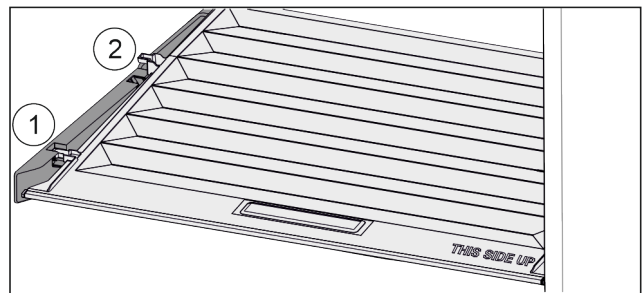

Fig. 58
- ▶ Pokrywę pociągnąć do przodu Fig. 58 (1), aż otworzy się w elementach trzymających.
- ▶ Podnieść tył od dołu i w wyjąć Fig. 58 (2) go do góry.